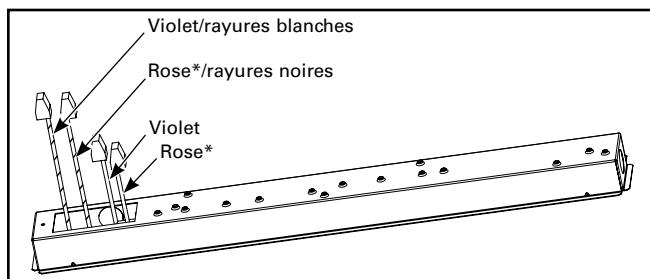

Figure 2.
- Pour un luminaire sans capteur intégré, repérez quatre fils de commande dotés d'écrous capuchons (violet, gris, rayures violet/blanc et rayures rose*/noir). (Figure 2.)
- Utiliser les écrous capuchons fournis pour raccorder les fils d'entrée violets et rose* de 0 à 10 V de la gradation aux fils violets et rose* correspondants du luminaire. (Figure 2.)
- Utiliser les écrous capuchons fournis pour connecter les fils d'entrée de 0 à 10 V de la TC aux fils violets/rayures blanches et rose*/rayures noires du luminaire. (Figures 2 et 3.)